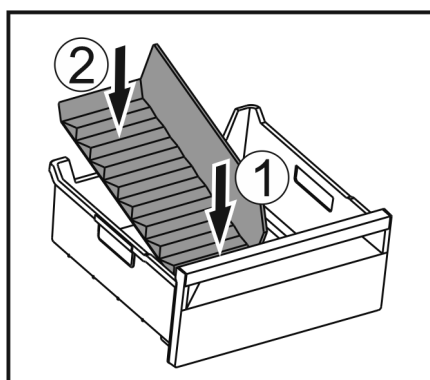

Fig. 61
- Inserire dapprima il divisore davanti Fig. 61 (1).
- Abbassare la parte posteriore Fig. 61 (2).